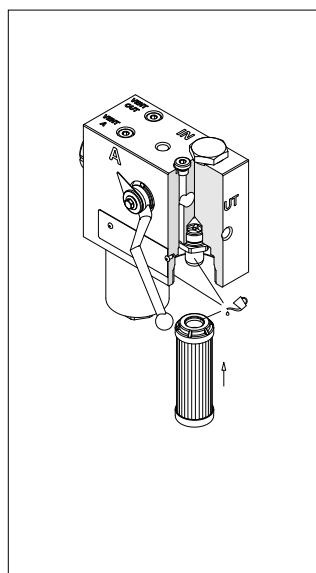

fig. 11
- (Fig. 11) Lubrificare con il fluido di lavoro l'O-ring dell'elemento filtrante, il codolo e la sede della testata, quindi calzare l'elemento filtrante sul codolo. Prestare attenzione a non danneggiare la guarnizione O-ring.